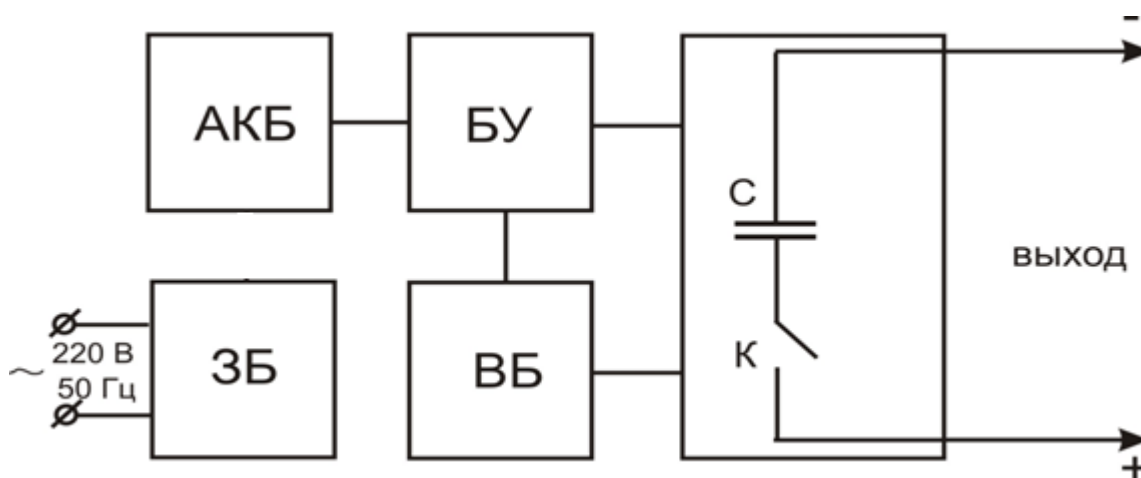

Рис.2 Структурная схема испытательного генератора ИГЭ 20.1К
4.1 Структурная схема испытательного генератора ИГЭ 20.1К представлена на Рис.2.